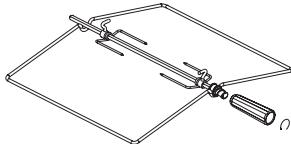
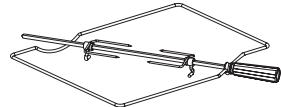

рис. 11
рис. 12
1. Плиты могут комплектоваться вертелом различной конструкции, со съемной рукояткой (рис.11). В зависимости от комфортности, плиты могут комплектоваться вертелями другого исполнения (рис.12). При установке и извлечении использовать рукоятку, которая накручивается на резьбовую втулку.